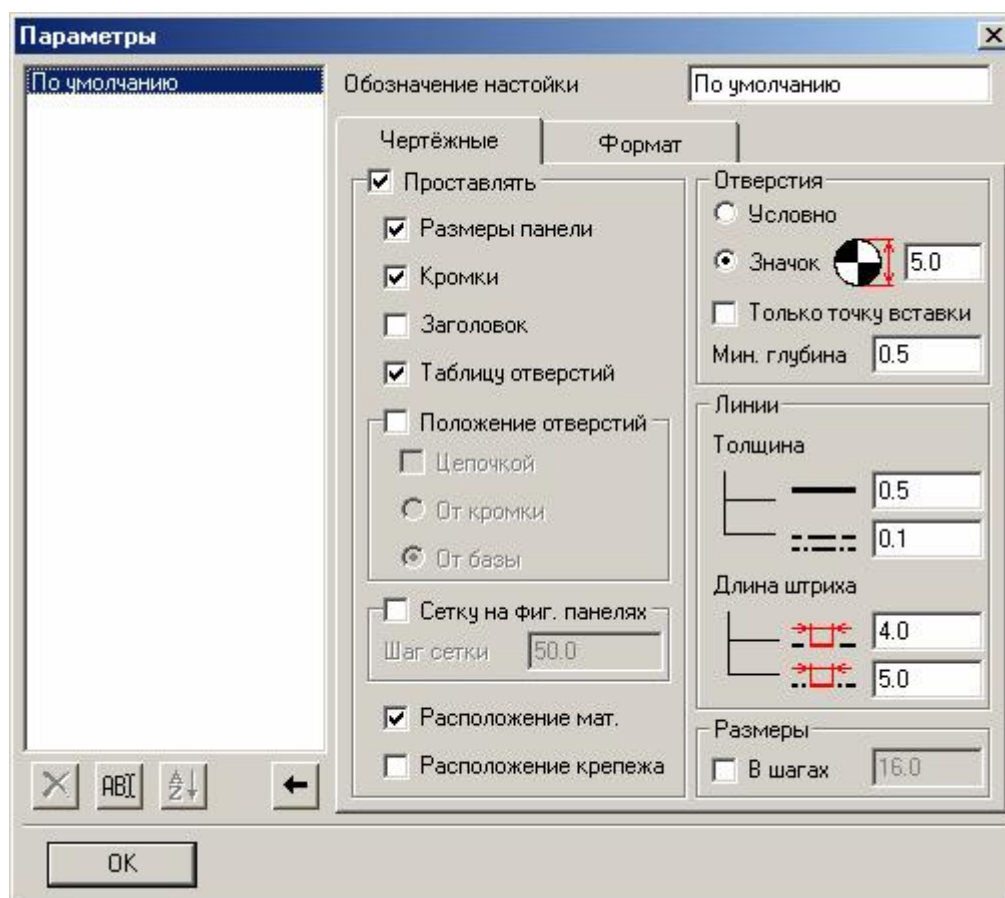

Рис. 104 Параметры закладки **Чертёжные**
2. Нажать кнопку *Редактировать*, чтобы открыть закладку *Чертёжные* диалогового окна *Параметры*. Используя представленные на этой закладке элементы управления, установить параметры, показанные на рис. 104.